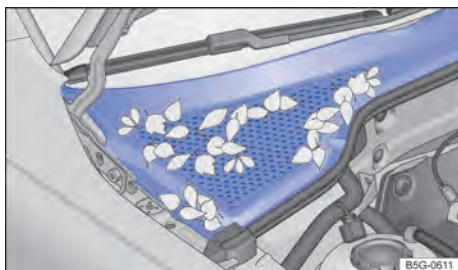

Fig. 245 Entre o compartimento do motor e o para-brisa: caixa de água (representação esquemática).
Caixa d'água, compartimento do motor: remover folhagens e outros objetos soltos com um aspirador ou com a mão → Fig. 245 → ❶. A limpeza